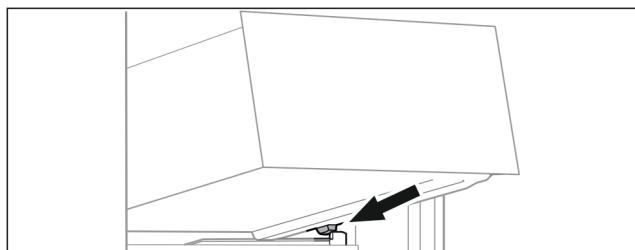

Fig. 96
- Coloque el cajón inclinado detrás de los topes sobre la nervadura para recipientes. (consulte Fig. 96)